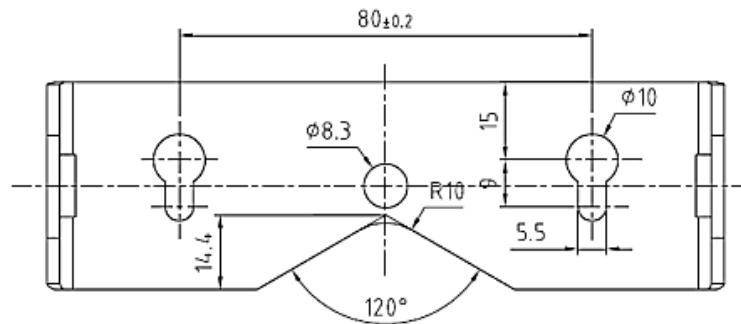

Abbildung 2-7: Bohrschablone für Montagehalterungen
6. Markieren Sie die Position der Halterungsbohrungen auf der Fläche, an der das Terminal befestigt werden soll. Verwenden Sie dazu die Abmessungen in Abbildung 2-7 oder halten Sie das Terminal gegen die Fläche und nehmen Sie die Markierungen durch die Bohrungen der Halterung vor.